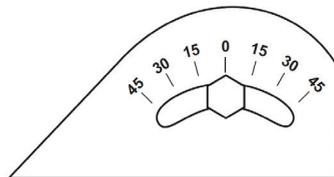

Рис. 4
- На подвижной части тисков есть шкала, позволяющая точно установить угол реза заготовки (рисунок 4).